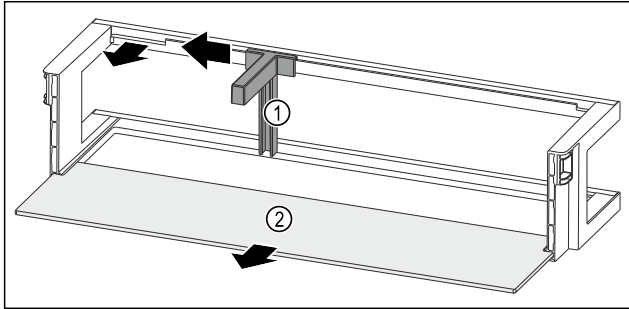

Fig. 86 Balconnet de contre-porte avec porte-bouteilles et tablette de rangement
- ▶ Pousser le porte-bouteilles Fig. 86 (1) sur le côté jusqu'à l'évidement.
- ▶ Retirer le porte-bouteilles Fig. 86 (1).
- ▶ Retirer la tablette de rangement Fig. 86 (2).